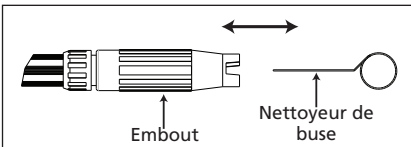

Figure 7
- Utiliser le nettoyeur de buse inclus ou un trombone déplié et insérer le fil dans le trou de l'embout pour ensuite utiliser un mouvement de va et vient jusqu'à ce que les débris soient débloqués (se reporter à la Figure 7).